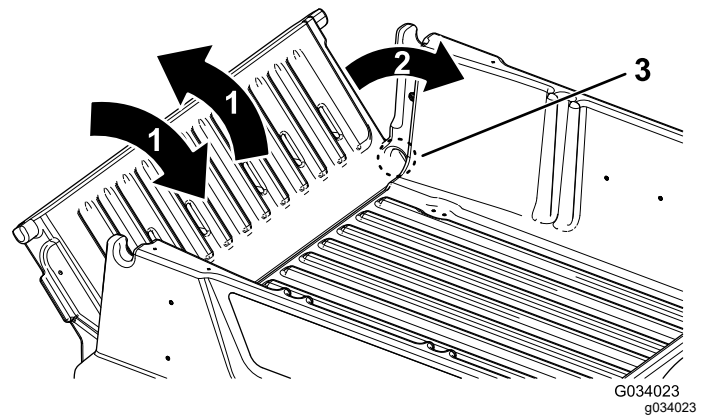

Figura 16
3. Mueva el portón trasero varias veces hacia adelante y hacia atrás, con breves sacudidas (Figura 16).
2. Gire el portón trasero a un ángulo de 45° aproximadamente (Figura 16).